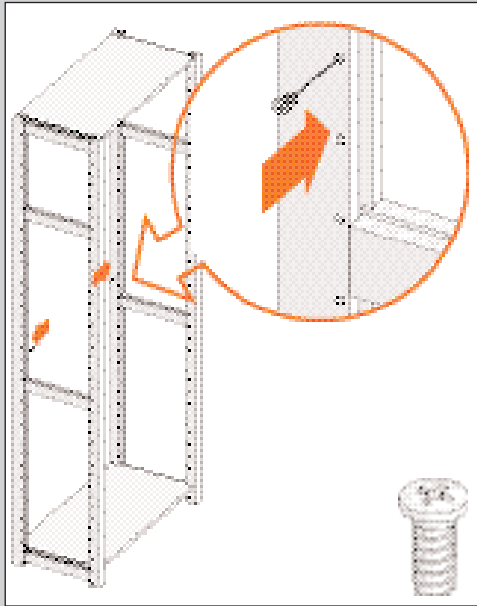

ABBILDUNG 34
3. Drehen Sie die hinteren Schrauben in das dritte Loch unter dem Fachboden (siehe Abb. 34).